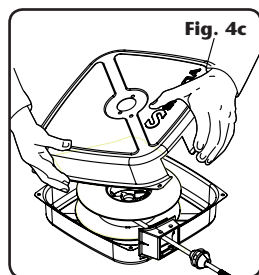

Fig. 4c
3. Desaparafusar os quatro parafusos que seguram as duas caixas e retirar as caixas e o suporte de rolos (Fig. 4c).